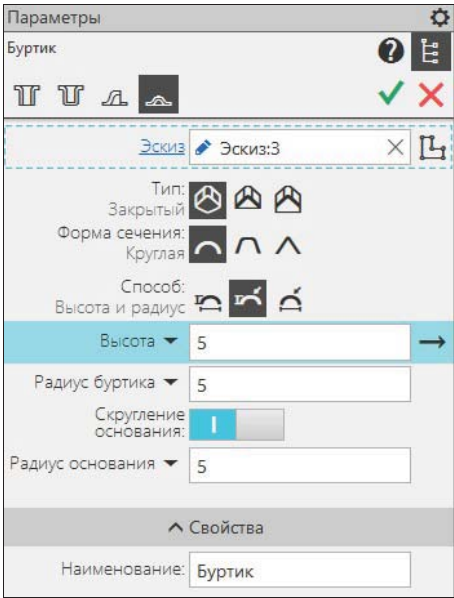

Рис. 29.43. Панель Параметры: Буртик
- ◆ нажмите кнопку **Буртик** на панели инструментов **Элементы листового тела** — на экране появилась панель **Параметры: Буртик** (рис. 29.43) и в графической области — фантом буртика. Элементы управления вкладки **Параметры** рассмотрены в табл. 29.4;